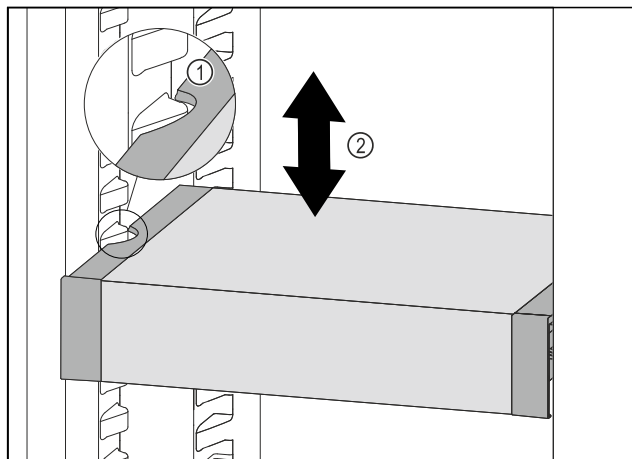

Fig. 97
- ▶ Изтеглете VarioSafe напред, докато страничните прорези на VarioSafe се намират на височината на ребро на съда в хладилната част. Fig. 97 (1)
- ▶ Преместете VarioSafe нагоре или надолу в хладилната част, докато се достигне желаната височина. Fig. 97 (2)